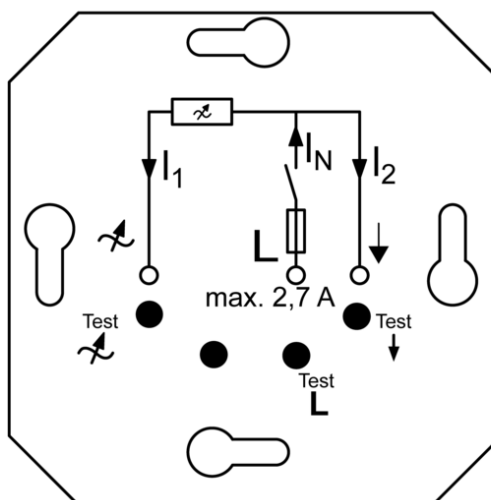

Bild 2: Prinzipschaltbild
- Messpunkte (Bild 2) ermöglichen eine Überprüfung der anliegenden Spannungen auch ohne Ausbau des Drehzahlstellers.